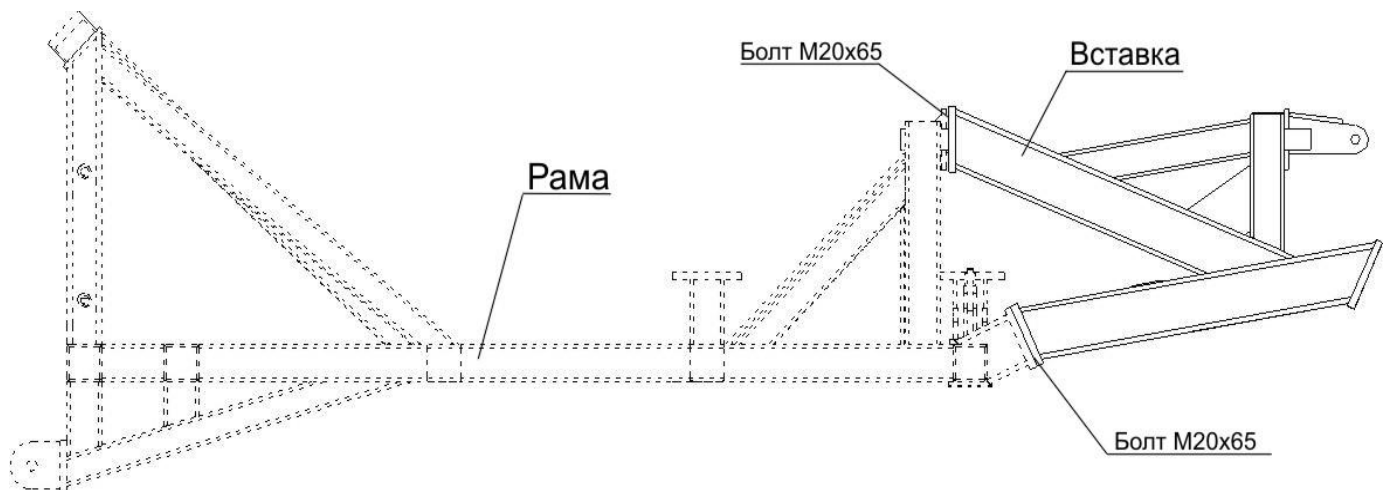

Рис. 4.1.4. Установка вставки на рамы для ПК с катками
4.1.3. При использовании ПК "Кузбасс" с металлическими спиральными шлейф-катками установите вставки, совместив установочные пластины, используя болты М20х65, пружинные шайбы и гайки М20 (рис.4.1.4). На рис. 4.1.5.1 показана тележка для центральной рамы ПК-12,2К.